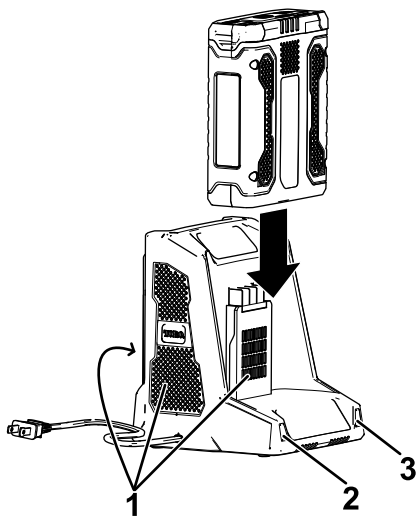

Bild 4
5. Schieben Sie das Akkupack in das Ladegerät, bis es einrastet (Bild 4).